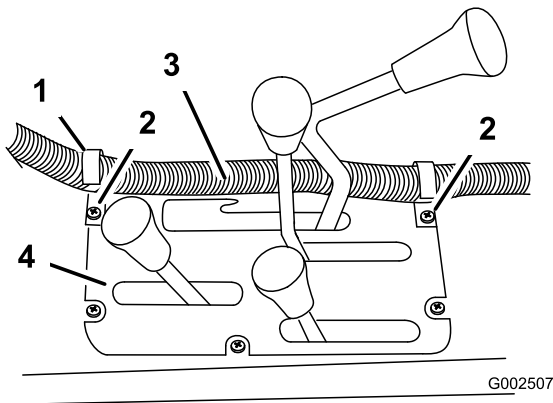
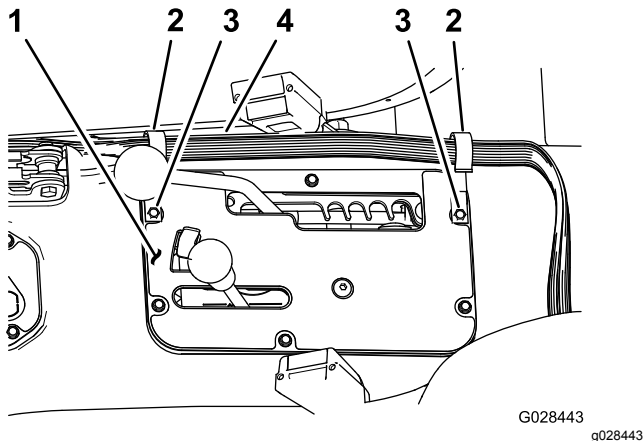

Figura 19
Figura 20
1. Instale 2 abrazaderas en J en la consola central en las posiciones indicadas en Figura 19 o Figura 20 usando los tornillos existentes.